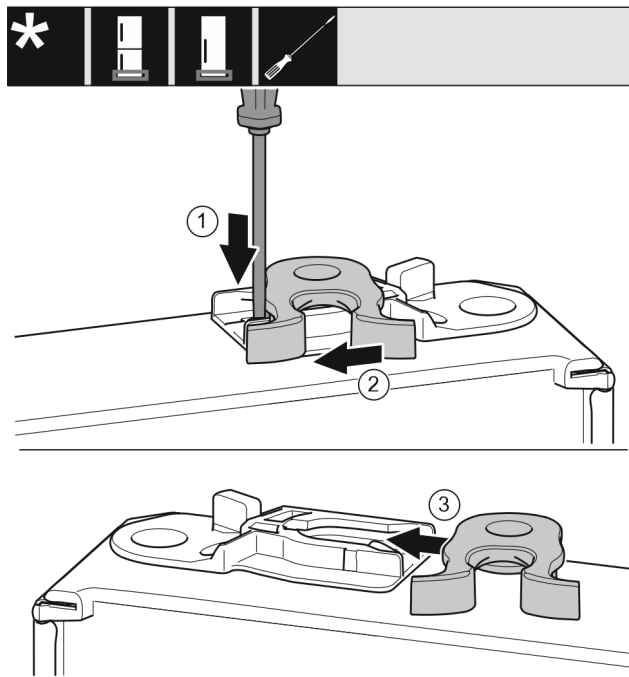

Fig. 20
- ▶ Wcisnąć nakładkę Fig. 20 (1) w dół przy użyciu śrubokręta.
- ▶ Wyjąć hak zamykający Fig. 20 (2) z prowadnicy.
- ▶ Wsunąć hak zamykający Fig. 20 (3) w prowadnicę znajdującą się z drugiej strony.